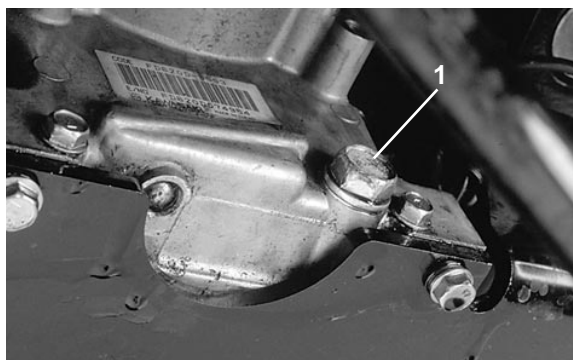

Bild 21
2. Eine Wanne unter die Ablassschraube stellen (Bild 21).